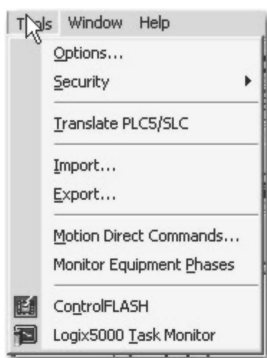

图 9-35 工具选项菜单
33. 在工具栏菜单中，选择“工具 > 选项”（Tools > Options），如图 9-35 所示。